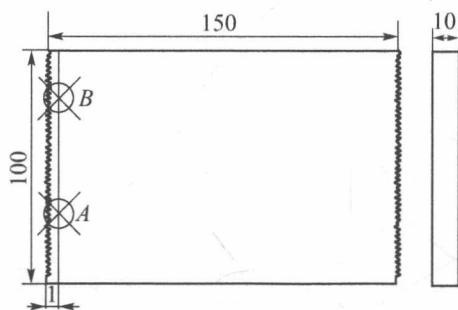

图 1-1-10 画直线 AB
(5) 画出 A, B 两点所在的直线, 如图 1-1-10 所示。